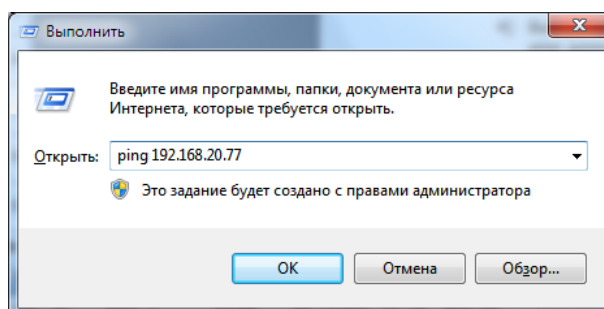
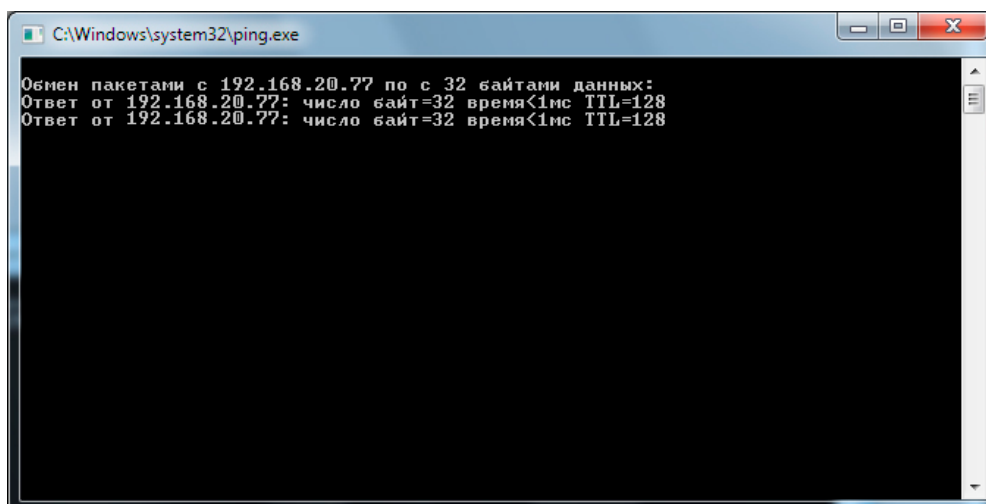

Рисунок 27 – Диалог "Выполнить"
Рисунок 28 – Консоль выполнения
- 4) Выберите пункт меню "Пуск/Выполнить", в диалог "Выполнить" выполните команду *ping адрес_контроллера* (например, *ping 192.168.20.77*) и убедитесь в наличии ответа на команду (см. Рисунок 27 - Рисунок 28).